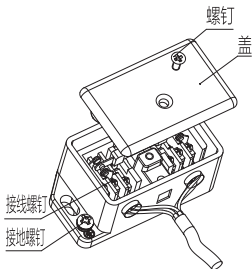
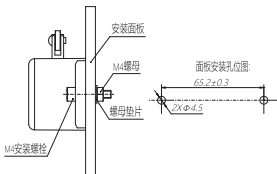

图4 布线示意图
图5 安装示意图
7.2.1 安装：松开盖螺钉→按图4接线→拧紧盖螺钉→按图5安装。